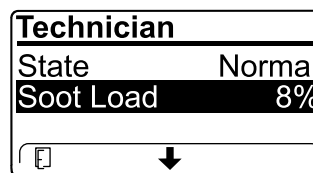

図 67
- すすの蓄積レベルDPF ので表示される 図 67 を確認するすす蓄積表を参照